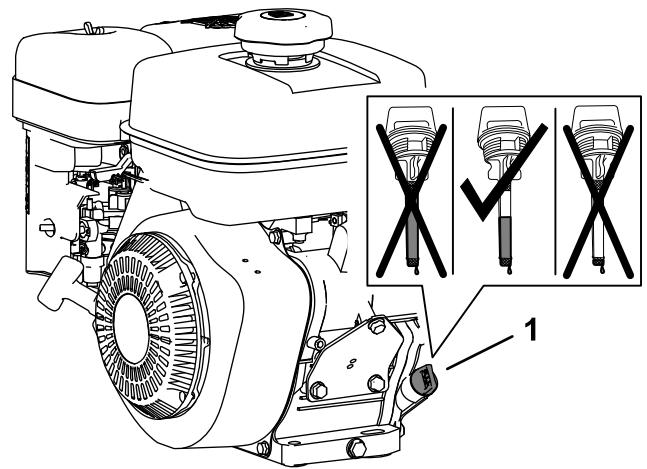

Bild 15
1. Entfernen Sie den Peilstab aus dem Einfüllstutzen des Motors und wischen Sie ihn mit einem sauberen Lappen ab (Bild 15).
2. Füllen Sie langsam 0,6 l des angegebenen Öls durch den Einfüllstutzen in das Kurbelgehäuse des Motors (Bild 15).
4. Entfernen Sie den Peilstab vom Einfüllstutzen und kontrollieren Sie auf den Ölstand auf dem Peilstab (Bild 15).
**Hinweis:** Der Motorölstand muss zwischen den mit der Schraffur gekennzeichneten Bereichen des Peilstabs liegen (Bild 15).
- Schrauben Sie den Peilstab handfest im Einfüllstutzen ein (Bild 15).